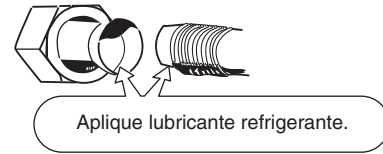

Fig. 5-4
- (1) Aplique una tapa de sellado o cinta impermeable para evitar la entrada de polvo o de agua en los tubos antes de su utilización.
- (2) Asegúrese de aplicar lubricante refrigerante (aceite etílico) en el interior de la tuerca abocardada antes de realizar las conexiones de los tubos. Esto resulta eficaz para reducir fugas de gas. (Fig. 5-4)